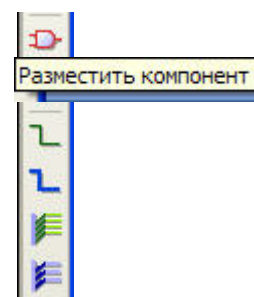

Рисунок 3 Инструмент размещения компонента
- На правой панели нажмите кнопку **Разместить компонент** - она выглядит как схема И  (Рисунок 3). Курсор изменится со стрелки на карандаш. Кликните в поле схемы, чтобы начать размещение компонента. Появится диалог **Выбор компонента**. Вы можете выбрать компонент несколькими путями: